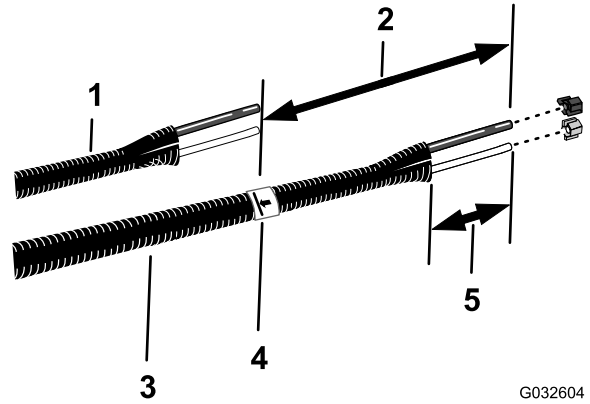

图 27
6. 将旧的液体管子和空气管子图 27 与新的管总成Toro 零件号 114-9553 对齐。
8. 在新管总成上从您在步骤 7 中所做的标记处添加 26cm 长度在管总成上做上标记然后在第二个更长的标记处将管子截断图 27。
10. 从管总成的两端去除 77102mm 的外壳图 27。